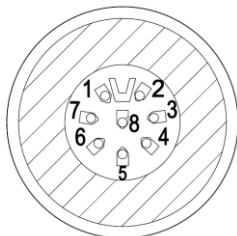

Fig. 2: Branchement d'ampoule électrique (HL 1.x) à la prise du câble 8 pôles.
- Ouvrir la prise 8 pôles et remplacer l'ampoule électrique par une neuve (branchement de la prise du câble → Fig. 2).